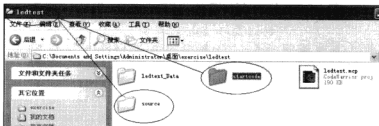

图 6-4 复制 startcode 到 ledtest 目录下
(1) 参见本书2.2.1节的步骤，建立一个新工程(名字叫ledtest)，复制本书光盘startcode到ledtest目录下，为了以后管理代码方便，请读者在此目录下建立一个文件夹(命名为source)，所有的用户程序都保存在此文件夹下，这样利于源文件的管理，如图6-4所示。